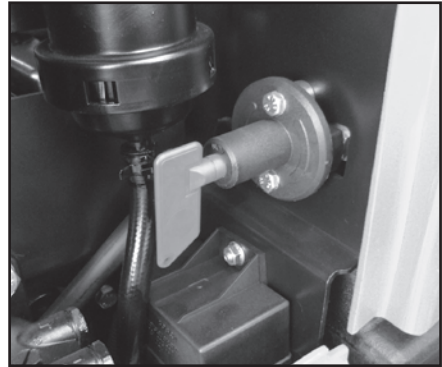

Abb. 5.9
- Schalter in Stellung "ON": Die elektrische Anlage wird gespeist (Abb. 5.9).